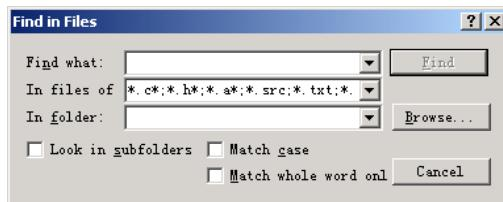

图 5-5 Find in Files 对话框
- 单击该按钮弹出如图 5-5 所示的 Find in Files 对话框，使用该对话框可以进行多文件查找。 按钮对应的菜单命令为 Edit | Find in Files。